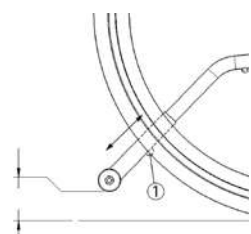

Abb. 29a
- Premete il pulsante (1) (Fig. 29a) e fate scorrere le estensioni dell'antiribaltamento alla lunghezza desiderata.